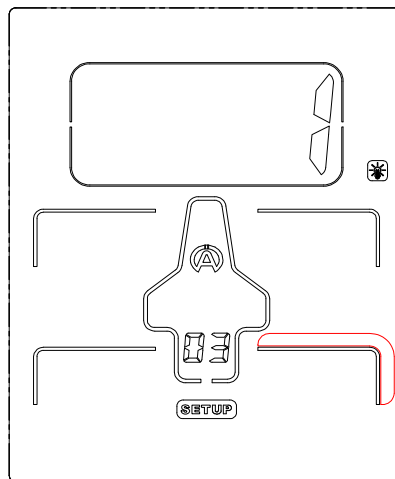

Ilustración 14
- 4) Pulse el botón central  para confirmar la selección (*ilustración 14*).